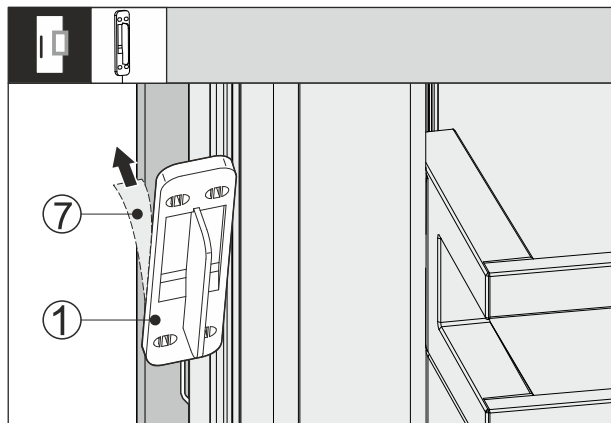

Fig. 65
- ▶ Odstranite zaščitno folijo Fig. 65 (7) s hrbtne strani Fig. 65 (1) senzora trkanja.